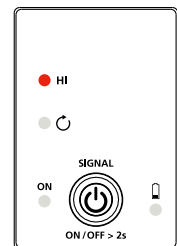

Figura 3.1c: Indicador del transmisor que muestra la señal en el modo HIGH (ALTO)
3. El modo de señal HIGH (ALTO) se activa de forma automática cuando se enciende el transmisor. El LED del transmisor debe aparecer como se muestra en la Figura 3.1c.